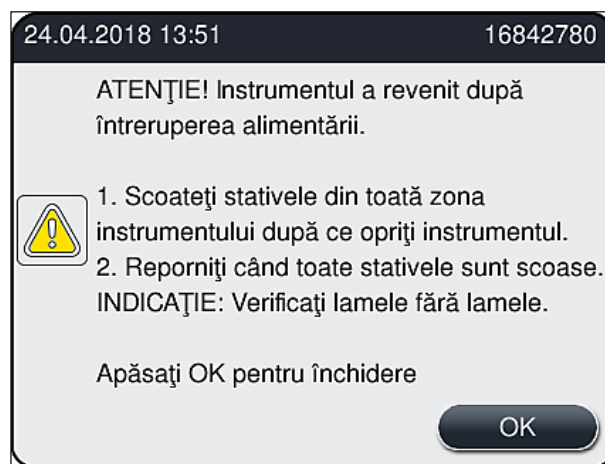

Fig. 107
- După reluarea alimentării cu energie, instrumentul efectuează o repornire automată. Utilizatorul este informat cu privire la întreruperea alimentării cu energie printr-un mesaj de informare (→ Fig. 107) de pe ecran, iar evenimentul este introdus în jurnalul de evenimente.
- ❗ După reluarea alimentării cu energie, instrumentul efectuează o repornire automată. Se emite un semnal acustic de avertizare și un mesaj de avertizare este afișat pe ecran (→ Fig. 107).
Urmați apoi instrucțiunile din mesajul de informare (→ Fig. 107) și îndepărtați lamele din instrument.